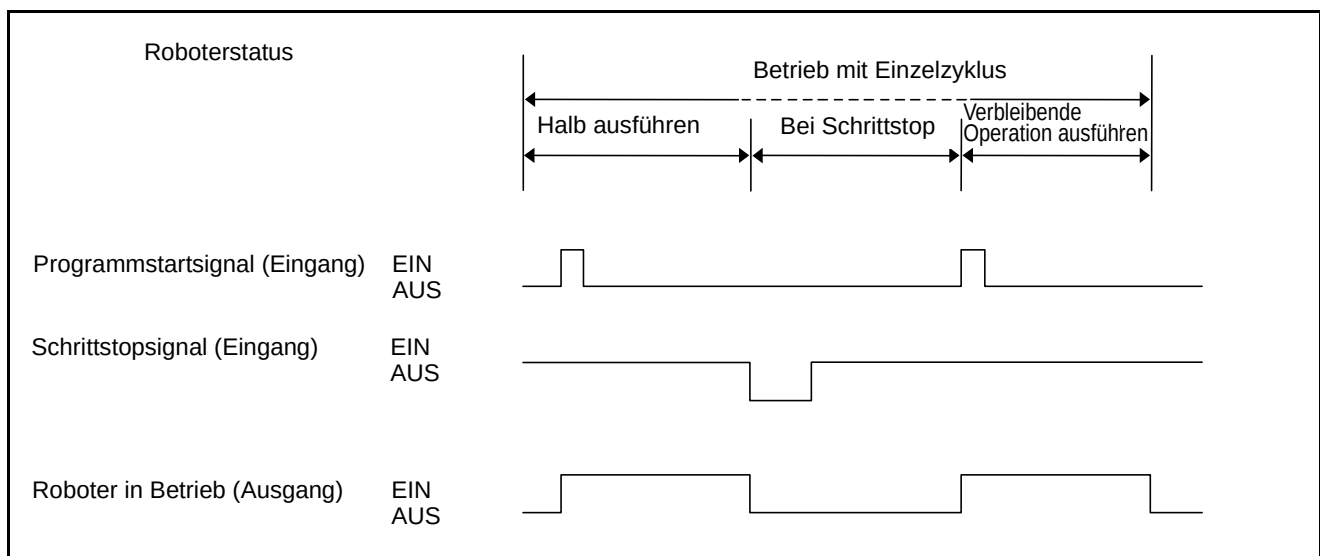

Abbildung 5-11 Schrittstopsignal
(3) Eingangsbedingungen und Bedienung
- ① Wenn der Status dieses Signals von EIN in AUS geändert wird, stoppt der Roboter alle Aufgaben sofort nach Ausführung des aktuellen Schritts, und der Ausgang "Roboter in Betrieb" wird ausgeschaltet. Der automatische Modus bzw. externe Modus bleibt jedoch weiterhin gültig, und das unterbrochene Programm wird durch die Eingabe eines Programmstartsignals fortgesetzt. Siehe Abbildung 5-11.
- ② Informationen zum Fortsetzen des Programmes nach einem Schrittstop finden Sie in Kapitel 5, Abschnitt 5.5.4.4 "Programmstart (Eingang)".